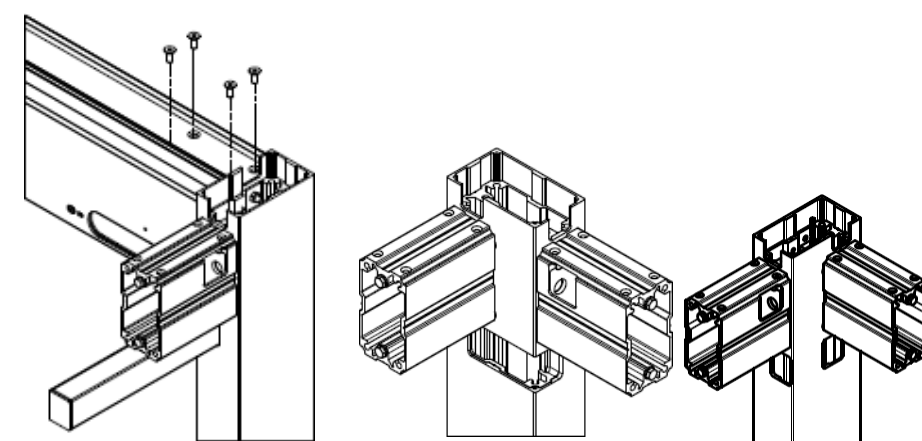

Abbildung 20
3. Die Pfosten (mit zuvor montierten Füßen) an beiden Enden auf die Querstrebe schieben und von der Oberseite der Strebe aus mit 4 konischen Schrauben M8 x 20 mit Innensechskant (Abb. 20-links) verschrauben.
4. Auf der Seite der Winkelüberläufe haben die Pfosten unter dem Knochen Eckausschnitte an beiden Wänden (Abb. 20-Mitte) und bei geraden Abflüssen rechteckige separate Fenster (Abb. 20-rechts).